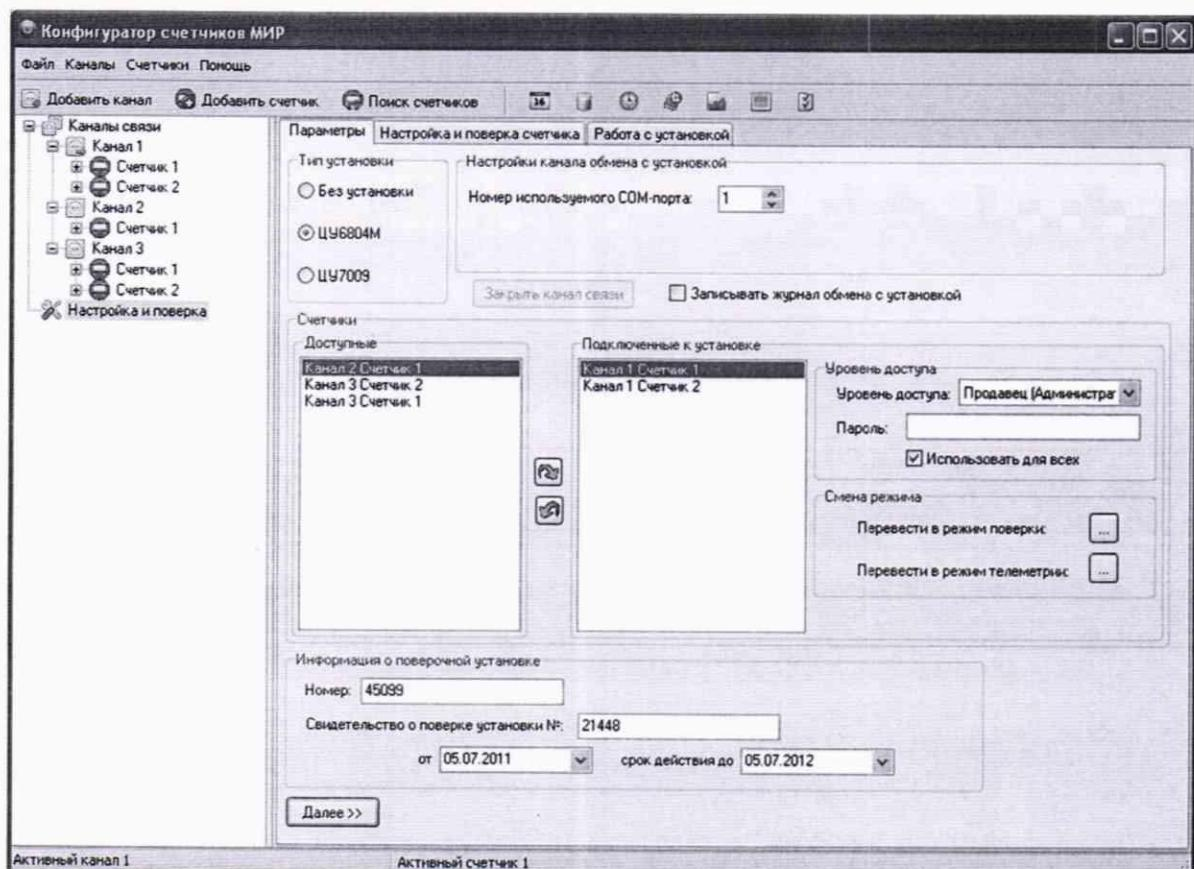

Рисунок 2.1
2.4.10.6 Указать, какие счетчики установлены в установочные места пульта (рисунок 2.1). Для этого на вкладке *Параметры* в поле *Счетчики* из списка *Доступные* перенести строки с описанием подключенного счетчика в список *Подключенные к установке* с помощью кнопки .
2.4.10.26 Выделить в дереве объектов программы КОНФИГУРАТОР объект *Настройка и поверка*, установить на вкладке *Параметры* поля *Тип установки* семафор в положение ЦУ6804М (рисунок 2.1).